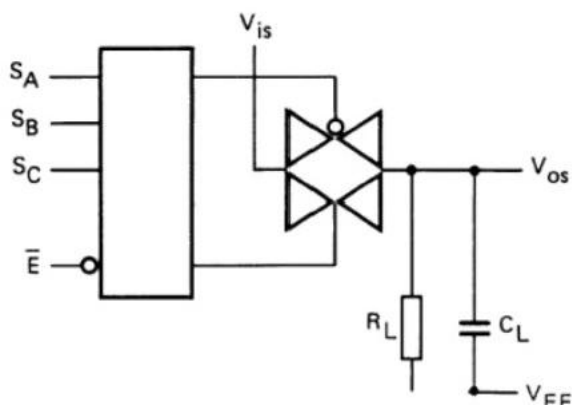

图3
1. RL=10KQ到 VEE; CL=50pF 到 VEE; E=Vss; Vis=Vop (方波); 如图3 所示
2. RL=10KQ; CL=50pF 到 VEE; E=Vss; Sn=Vop (方波); Vis=Voo 和 RL 到 VEE 用来测量 tpLH; Vis=VeE 和 RL 到 Vpp 用来测量 tpHL; 如图3 所示
3. RL=10KQ; CL=50pF 到 VEE; E =VDD(方波); Vis=Voo 和 RL 到 VEE 用来测量 tpHz 和 tpzH; Vs=VeE 和 RL 到 Vop 用来测量 tpz 和 tpzI; 如图3 所示
6. RL=10KQ到 VeE; CL=15pF 到 VEE; E 或 Sn=Voo (方波); 干扰是 |Vos| (峰值); 如图3 所示